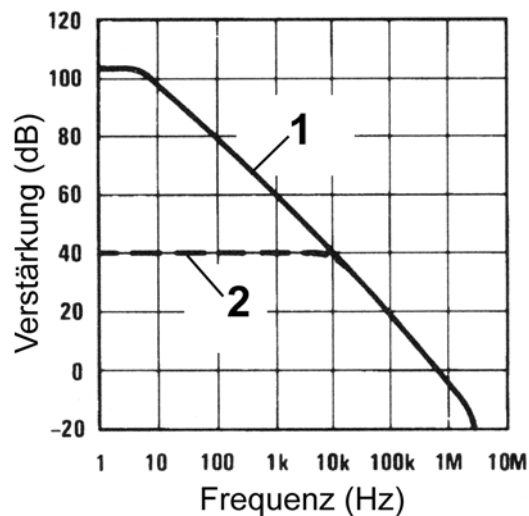

Abbildung 4.4.21 Ein typischer Frequenzgang (nach: National Semiconductor)
- den typischen Verlauf des Frequenzgangs (Abbildung 4.4.21),